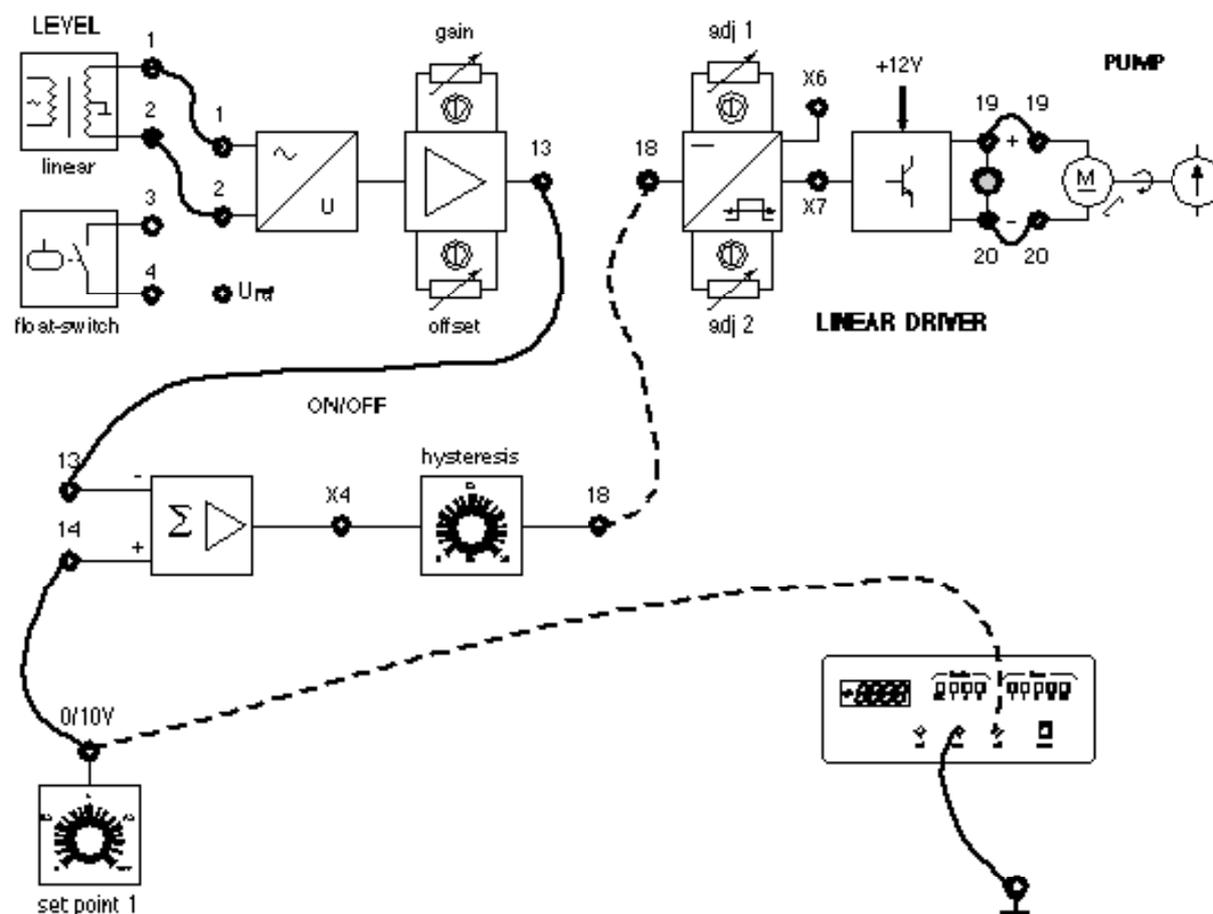

Fig. 6.1
Después de haberse asegurado de que se conozcan los prerequisites, entrega a los alumnos la Ficha 6.1 que representa el cableado del control ON-OFF (fig. 6.1) y prepara el panel de simulación del proceso de la siguiente manera:
- 1) Conectar, mediante cables, el casquillo 1 del Sensor de Nivel al casquillo 1 de la respectiva interface y el casquillo 2 al casquillo 2 (ficha 6.1 fig. 6.1).
- 2) Conectar el casquillo 19 del LINEAR DRIVER al casquillo 19 y el 20 al 20 (ficha 6.1 fig. 6.1).
- 3) Conectar el casquillo del SET POINT 1 al casquillo 14 del regulador ON-OFF y el casquillo 13 del interface de nivel al casquillo 13 del regulador ON-OFF (ficha 6.1 fig. 6.1).
- 4) Introducir un terminal del voltímetro digital, preparado en corriente continua, en el casquillo del SET POINT 1 y el otro en el casquillo de masa (ficha 6.1 fig. 6.1).
- 5) Apretar el interruptor general (ON).